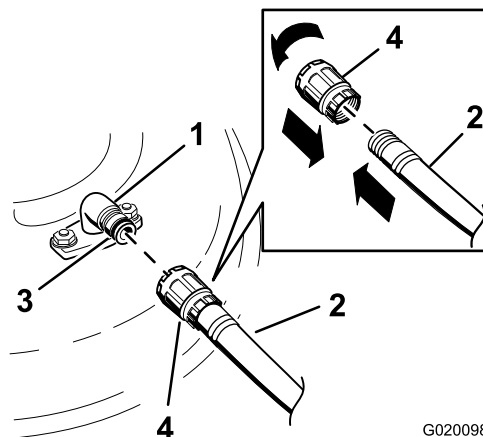

Figure 60
3. Branchez le raccord du flexible au raccord de lavage du tablier de coupe et ouvrez l'eau en grand (Figure 60).